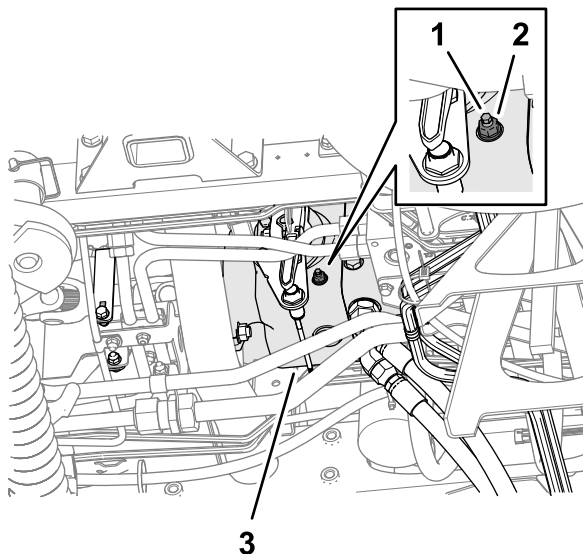

Figure 90
3. Sur le fond de la machine et à droite de la pompe de déplacement, desserrez le contre-écrou qui fixe la vis de réglage du retour au point mort (Figure 90).